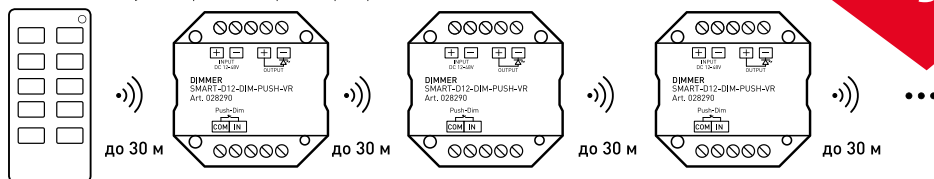

Рисунок 3. Ретрансляция сигнала от пульта ДУ
- 3.10. Все диммеры автоматически ретранслируют сигнал от пульта ДУ или панели управления (рисунок 3). Расстояние между диммерами на открытом пространстве может достигать 30 м.